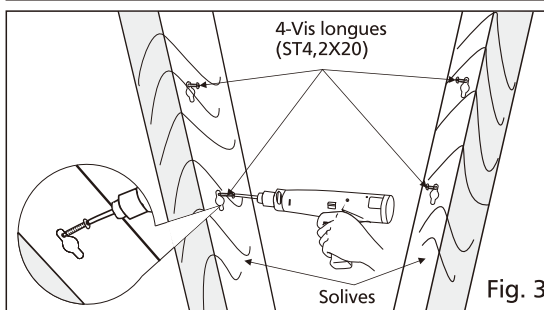

Fig. 3
4. Fixez quatre longues vis (ST4,2X20) partiellement dans les solives au niveau des quatre emplacements marqués. (Voir Fig. 3)